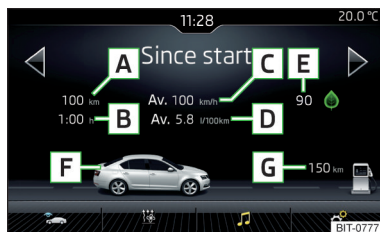

Abb. 48
**Bildschirmanzeige** » Abb. 48